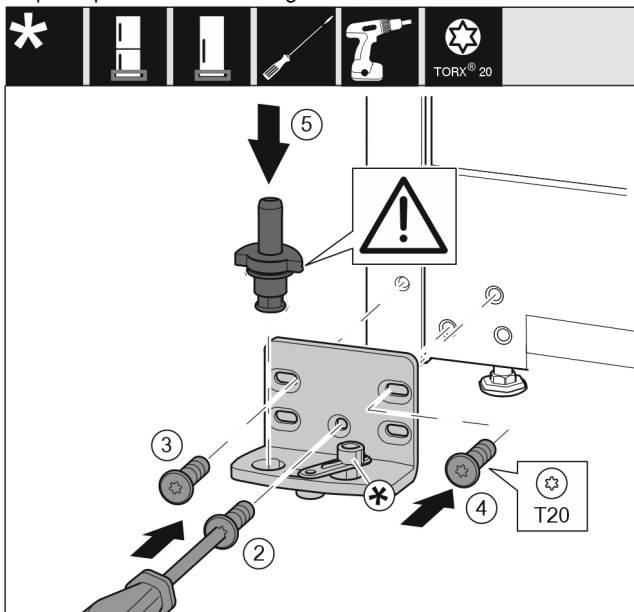

Fig. 21
- Vendosni bazamentin mbështetës në anën tjetër dhe mbërthejeni me ndihmën e një kaçavide. Filloni me vidën Fig. 21 (2) poshtë në mes.
- Mbërtheni fort vidën Fig. 21 (3) dhe vidën Fig. 21 (4).
- Vendosni komplet në vend bulonin e rrotullimit Fig. 21 (5). Këtu bëni kujdes që gunga ndaluese të jetë e kthyer nga poshtë.